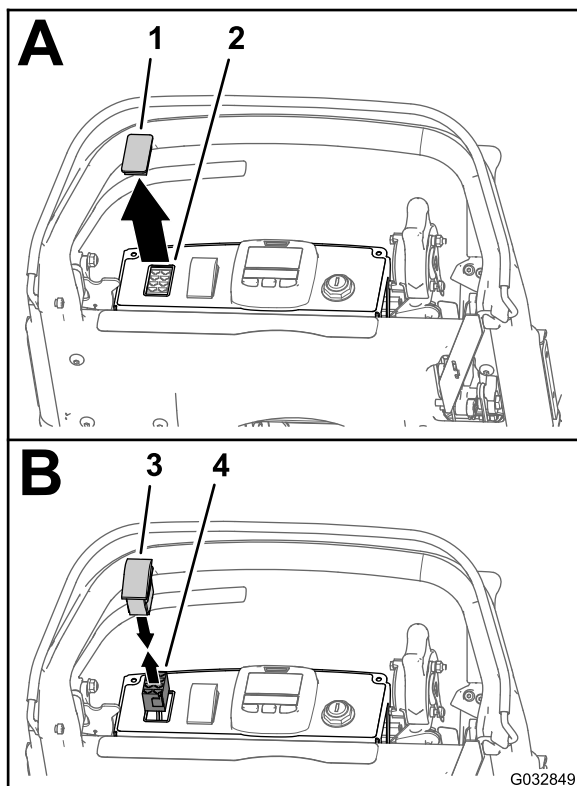

图13
- 1. 从控制面板左面的开口处拆除插头（图13）。
2. 从控制面板的开口拉出机器线束的 8 插槽接头（图 13）。
3. 将 2 位摇臂开关的 8 插脚接头接入机器线束的 8 插槽接头（图 13）。